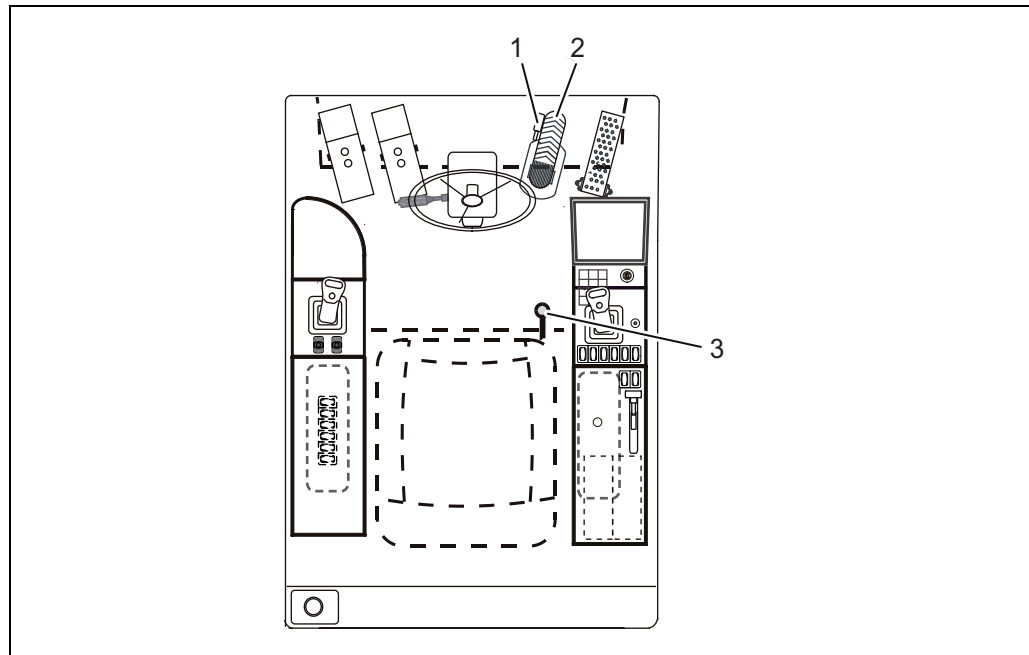

Bild 7-11 Manövrering
- ◆ Sväng övervagnen till körläge och lås övervagnen mot svängning (3 - Bild 7-11).
- ◆ Sväng arbetsanordningen med hjälp av visiret (1) till transportläge.
- ◆ Ställ skopskaftet vertikalt så att färgmarkeringen (3) på skopskaftets överkant stämmer överens med mellanarmens underkant.